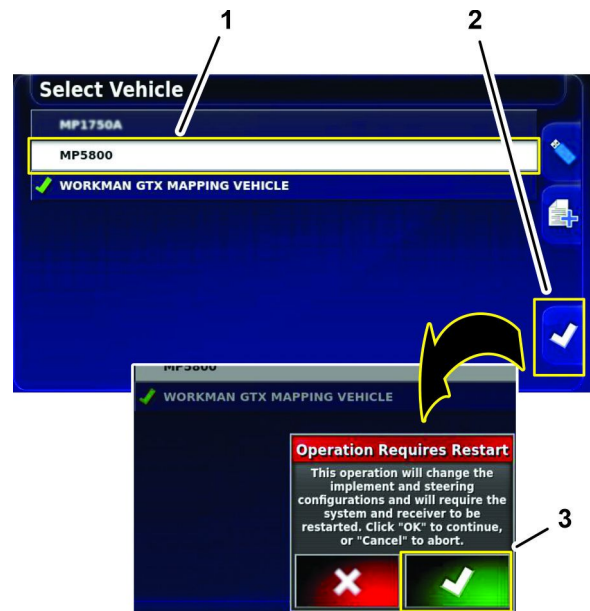

Bild 203
2. Tippen Sie auf das Sprühfahrzeug-Symbol und tippen Sie auf das Auswahl-Symbol (Bild 203).
3. Tippen Sie im Dialogfenster Operation erfordert Neustart auf das Bestätigen-Symbol (Bild 203).